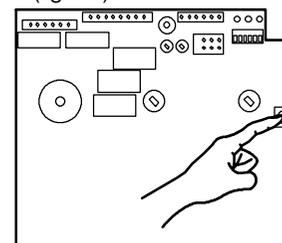

fig. 7.5
- 2 Premere il pulsante sulla scheda pannello, questo esclude le funzioni secondarie della caldaia (fig. 7.5).